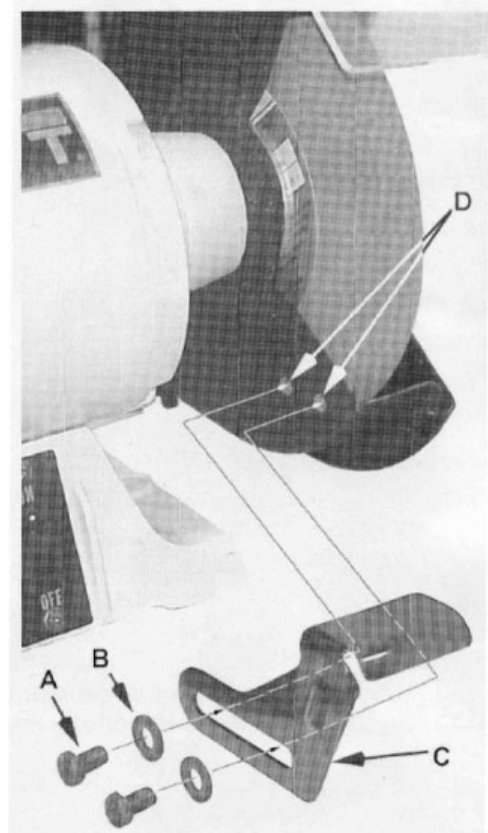

Рисунок 1
Ссылаясь на Рисунок 1:
1. Выньте подручники из верхней части пенополивинилхлоридового упаковочного слоя. Имеется правый и левый подручники. Смотрите на Рис. 1, чтобы убедиться в том, что вы устанавливаете их правильно.
2. Используя болты (A) и шайбы (B) из пластикового пакета, зафиксируйте подручники, накрутив два болта (A) через две плоские шайбы (B) и кронштейн подручника (C) на корпус круга (D), как показано на Рисунке.